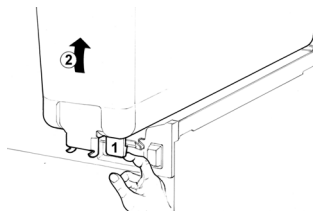

figure 1
- 2** Enlever le réservoir vide en le levant du côté antérieur et en le défilant de son joint (voir figure 1).